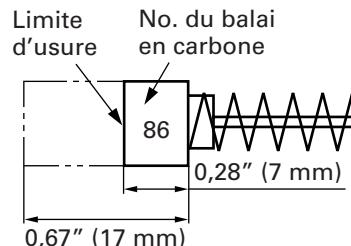

Fig. 8
4. Contrôle des balais en carbone (Fig. 8)
Quand le moteur est équipé d'un balai en carbone à arrêt automatique, il s'arrêtera automatiquement. Remplacez alors les balais en carbone par des nouveaux et ayant les mêmes numéros que ceux montré sur la figure 8. En outre, toujours tenir les balais propres et veiller à ce qu'ils coulissent librement dans les supports.
REMARQUE: Utiliser le balai en carbone HITACHI No. 86 indiqué sur la Fig. 8.